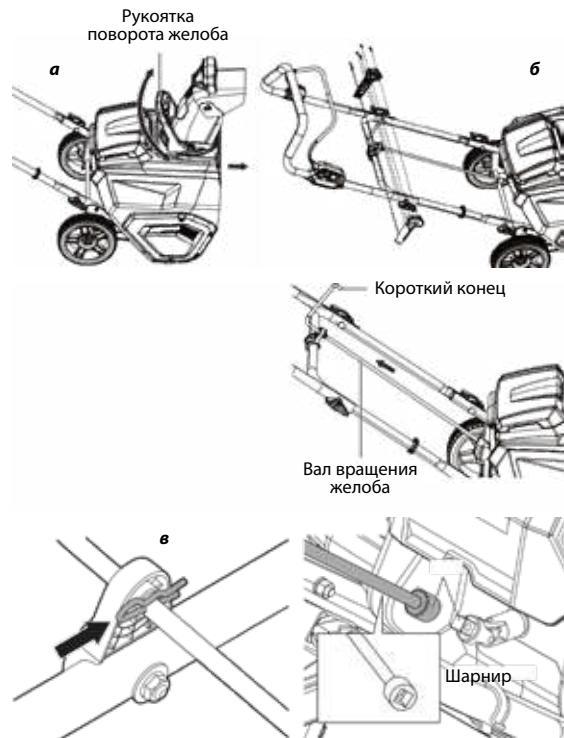

Рис. 6
1. Проверьте, вращается ли желоб, при помощи установленной на нем рукоятки (Рис. 6).